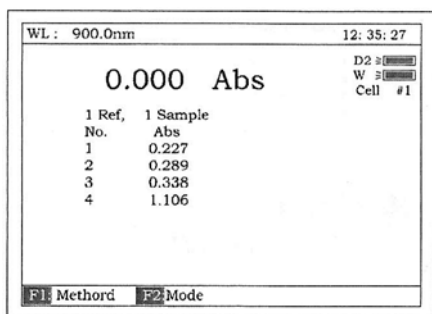

Fig 104
4. Presione **[START]**. Automáticamente la referencia es tomada en celda No.1 y las 4 muestras en las celdas No.2-No.5. Los resultados son desplegados en la Fig 104.